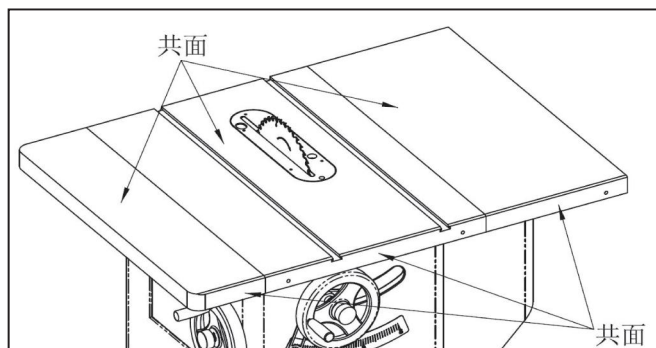

图 6-1
- (1) 切断台锯电源！
- (2) 拆除台锯现有的前导轨、后导轨、靠山、木台板等，保留台锯主台板、左右铸铁副台板，如图 6-1。
- (3) 校准台板，使所有铸铁台板上表面共面、前端面共面，如图 6-1。